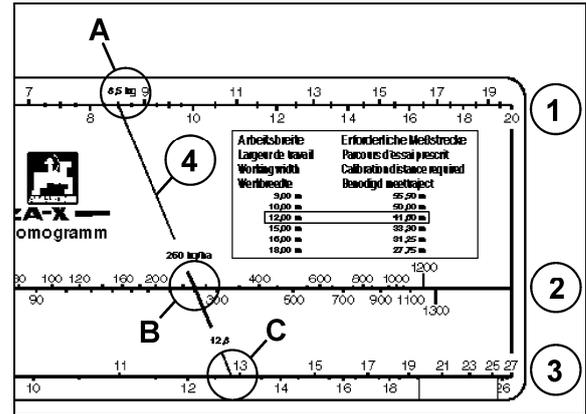

図 68
7. 収容した肥料量 (8.5 kg) 用に上側の目盛り (図 68/1) で数値 (A) を、希望する散布量 (260 kg/ha) 用に中央の目盛り (図 68/2) で数値 (B) を探してください。
8. 点 A と B の間に直線 (図 68/4) を引きます。
9. この直線を延長すると、必要なシャッター位置用に下側の目盛り (図 68/3) で数値 (C) を指します (ここでは 12.8)。